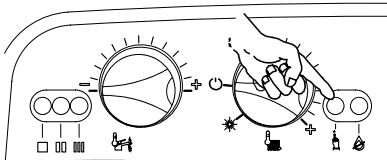
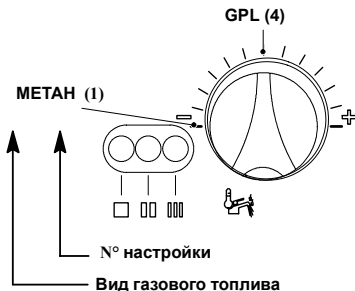

Fig. 2.10
Fig. 2.13
- 3 Держать нажатой кнопку перезапуска бойлера Fig. 2.10 в течение около 10 секунд, начнёт мигать индикаторная лампа блокирования.
- 2 Если не отображаются в настоящем порядке, нажать кнопку перезапуска, указанную в Fig. 2.10 несколько раз (4 раза) до отображения.
- 3 Для отображения установленной настройки, держать нажатой кнопку перезапуска, указанную в Fig. 2.10 в течение около 5 секунд. Индикаторные лампы будут мигать такое количество раз, какое число приведено сбоку от описания вида газа (№ настройки) Fig. 2.13.
- 4 Для изменения настройки повернуть рукоятку регулирования температуры ГВС в правильное положение (пример: в Fig. 2.13 рукоятка настроена на газ СНГ) и быстро мигает индикаторная лампа блокирования бойлера.